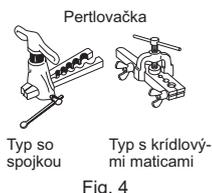

Fig. 4
- Zasuňte celú odtokovú hadicu do odtokovej misy v pravej zadnej časti interiérovej jednotky. (Fig. 4)
- Vložte odtokovú hadicu do stenovej priechodky (C) a zaveste hornú časť interiérovej jednotky na montážnu dosku (1). Potom posuňte interiérovú jednotku úplne doľava, aby ste si uľahčili umiestnenie potrubia v zadnej časti jednotky.
- Pertlovanie (Fig. 4, 5). Pevne uchopte medené potrubie s rozmerom podľa tabuľky. Vyberte A mm z tabuľky podľa používaného náradia.